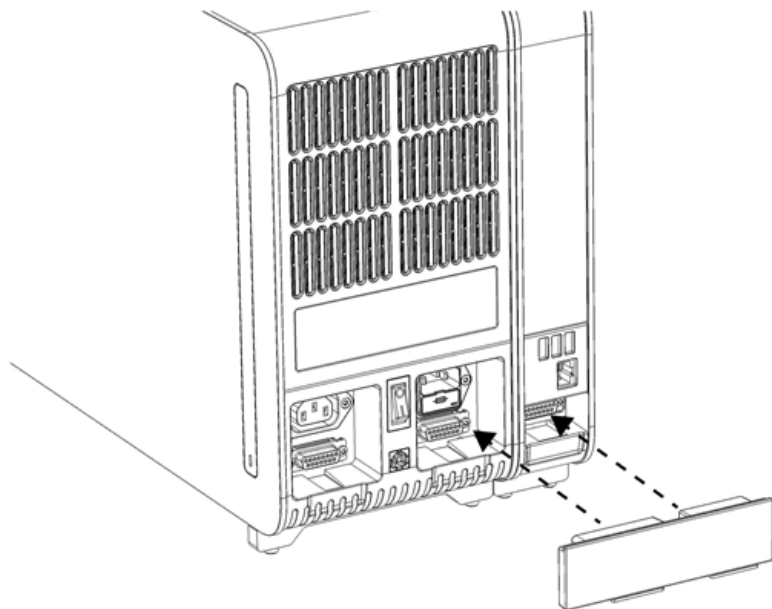

Figura 8. Conectarea punții modulului analitic/operațional.
5. Conectați puntea modul analitic/operațional din spatele QIAstat-Dx Analyzer 2.0 pentru interconectarea modulului operațional cu cel analitic (Figura 8).